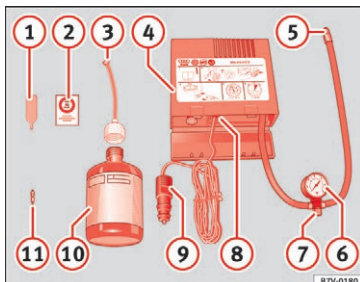

Fig. 67 Havarisættets dele
- Skru ventilhætten og ventilkeglen af dækventilen. Anvend værktøjet til afmontering af ventilkegler » Fig. 67 -ventilkegle- til at skrue ventilkeglen ud. Læg ventilkeglen på et rent underlag.
- Ryst flasken med dæktætningsmiddel kraftigt » Fig. 67 10.
- Skru påfyldningsslangen » Fig. 67 3 på flasken med dæktætningsmiddel. Folien på lukningen bliver automatisk brudt.
- Fjern proppen fra påfyldningsslangen » Fig. 67 3, og sæt den åbne ende helt på dækventilen.
- Skru ventilkeglen ind i dækventilen igen med værktøjet til afmontering af ventilkegler » Fig. 67 1.
- Skru luftkompressorens påfyldningsslange » Fig. 67 5 fast på dækventilen.
- Kontroller, om luftaftapningsskruen » Fig. 67 7 er lukket.
- Sæt stikket » Fig. 67 9 ind i bilens 12-volts-stikdåse » Side 151.
- Tilslut luftkompressoren med tilslutnings- og afbryderkontakten » Fig. 67 8.